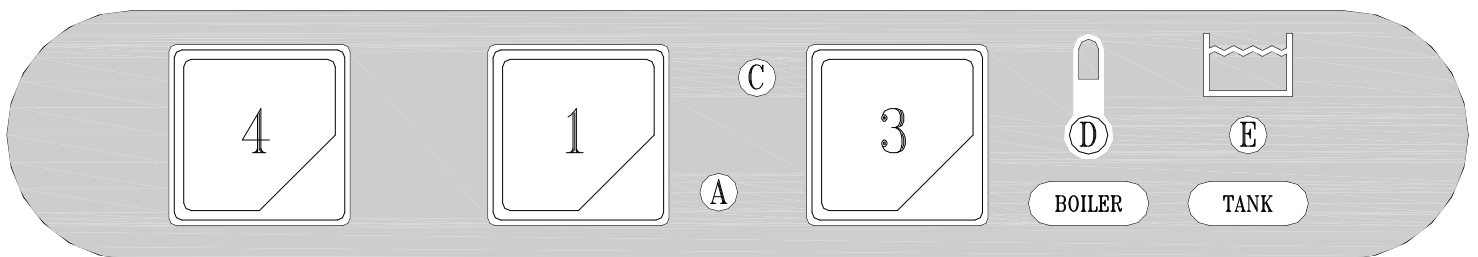

Fig. 3-2
- A riempimento avvenuto, aprire la porta (I) e introdurre il detersivo (ca. 2 gr. per litro di capacità della vasca). Inserire il cesto (L) carico e chiudere la porta (I). Selezionare il ciclo di lavaggio inserendo il pulsante (4): ciclo breve (tasto premuto) – ciclo lungo (tasto rilasciato). A questo punto premere il pulsante START (3) (almeno per 2 secondi) e avrà inizio il ciclo di lavoro visualizzato dalla lampada spia (C): la fine del ciclo coincide con lo spegnimento di questa spia. Per spegnere la macchina si dovrà disinserire l'interruttore (1) portandolo nella posizione (0) spia (A) spenta. (fig.3-2÷3-3).
**N.B.:** *Non è possibile avviare il ciclo di lavaggio fino a quando la spia (E) non sarà accesa.*
*E' consigliato avviare il ciclo di lavoro quando la spia del boiler (D) sarà spenta, come indicato al punto 3.2 Messa in funzione giornaliera .*
- When the water intake cycle is complete, open the door (I) and add detergent (about 2 g. per litre of tank capacity). Position the full basket (L) and close the door (I). Select the appropriate washing cycle by pressing button (4): short cycle (button pressed) – long cycle (button not pressed). Now press the START button (3) (at least for 2 seconds) and the wash cycle displayed by light (C) will start. When the cycle is over, this light goes out. To turn off the appliance, turn the switch (1) to 0. Light (A) indicates the appliance is off (fig.3-2÷3-3).
**N.B.:** *It is not possible to start a washing cycle till the warning light (E) is off.*
*It is recommended to start a work cycle when the boiler warning light (D) is off, as indicated at point 3.2 - Daily Start Up.*
- Nach erfolgter Füllung die Tür (I) öffnen und das Spülmittel einfüllen (ca. 2g/l Fassungsvermögen des Spülbehälters) Den gefüllten Geschirrkorb (L) einsetzen und die Tür (I) schließen. Das Programm durch Drücken des Druckknopfes (4) wählen kurzer Spülgang (Taste gedrückt) – langer Spülgang (Taste losgelassen). Nun die START-Taste (3) mindestens 2 Sekunden lang drücken, und das Spülprogramm beginnt, die Kontrolllampe (C) leuchtet auf und am Programmende erlischt die Kontrolllampe. Um das Gerät auszuschalten, muß der Schalter (1) auf die Position 0 gestellt werden, die Kontrolllampe (A) erlöscht (fig.3-2÷3-3).
**N.B.:** *Solange die Kontrolllampe (E) nicht aufleuchtet, kann der Spülgang nicht gestartet werden.*
*Es wird empfohlen den Arbeitsgang zu starten, erst wenn die Kontrolllampe vom Boiler (D) erlöscht ist, wie in Abschnitt 3.2 "Tägliche Inbetriebnahme" angegeben.*
- Lorsque le remplissage est terminé, ouvrir la porte (I) et verser le détersif (environ 2 g pour chaque litre remplissant la cuve). Introduire le panier (L) plein et fermer la porte (I). Sélectionner ensuite le cycle de lavage en actionnant le bouton-poussoir (4) cycle court (touche enfoncée) – cycle long (touche relâchée). A ce stade, presser le bouton-poussoir START (3) (au moins 2 secondes) et le cycle de fonctionnement commencera, visualisé par la lampe-témoin (C). La fin du cycle coïncide avec l'extinction de ce voyant. Pour arrêter la machine, il faudra débrancher l'interrupteur (1) en le ramenant sur la position 0: lampe-témoin (A) (fig.3-2÷3-3).
**N.B.:** *Il n'est pas possible de commencer le cycle de lavage jusqu'à quand la lampe-témoin (E) n'est pas allumée.*
*Il est conseillé de commencer le cycle de travail quand la lampe-témoin (D) sera éteinte, comme indiqué au point 3.2 – Mise en Marche.*
- Después del llenado, abra la puerta (I) y vierta el detergente (2 gramos aproximadamente por litro de capacidad de la cuba). Introduzca el cesto (L) carga y cierre la puerta (I). Seleccione el ciclo de lavado por medio del selector (4) ciclo breve (tecla pulsada) – ciclo largo (tecla soltada). Pulse ahora START (3) (almenos durante 2 segundos) para arrancar el ciclo de trabajo: se enciende la luz testigo (C), que se apagará al final del ciclo. Para apagar la máquina desconecte el interruptor (1): posición 0, luz testigo (A) apagada (fig.3-2+3-3).
**N.B.:** No es posible empezar el ciclo de lavado hasta que el piloto (E) no se enciende.